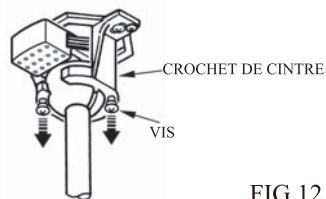

FIG.12
3. Desserrer les 2 vis de l'auvent du crochet de cintre. (Voir fig.12)